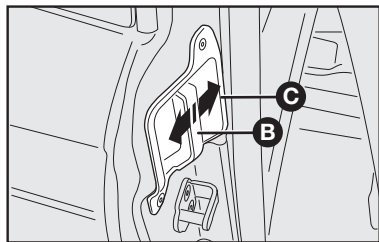

fig. 89
- destravar a maçaneta interna **B**—**fig. 89** em qualquer um dos sentidos da seta e abrir a porta traseira.